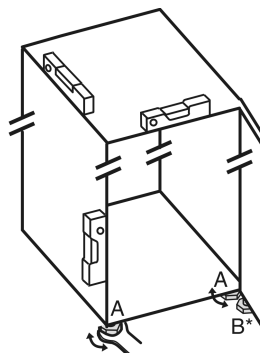

Fig. 5
- Dévisser les pieds réglables Fig. 5 (A) avec la clé plate fournie et utiliser un niveau à bulle pour vérifier que l'appareil est bien plan.
► Dévisser le pied réglable Fig. 5 (B) du support de palier avec la clé plate fournie jusqu'à ce qu'il touche le sol.
► Tourner le pied réglable Fig. 5 (B) de 90° supplémentaires.